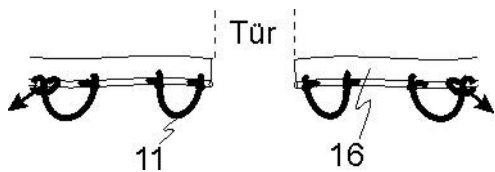

Abb. 8.1
Richtige Einstellung von Gummiseilen (Abb. 8.1 bis 8.4)
Durch die Gummiseile (11) wird der Cabrio Dome auf dem Schwimmbecken gespannt! (Abb. 8.1) Im Keder (16) sind mehrere Löcher vorhanden. An die ersten zwei Löcher, rechts und links von der Tür wird jeweils ein Gummiseil (11) angeknüpft. Andere Gummiseile (11) an die zwei Löcher, die sich über einen Haken (13) befinden, durchstecken und an Keder verknoten. (Abb. 8.2) Den zweiten Knoten nicht zu fest zuziehen, damit das Gummiseil eventuell noch verstellt werden kann. Die Haken (13) befinden sich immer in der Mitte – bitte, das Bild beachten. (Abb. 8.3) Ist das nicht der Fall, das Gummiseil (11) auf neue Löcher anknüpfen!! Ausnahme sind nur die ersten Haken (13) rechts und links von der Tür.